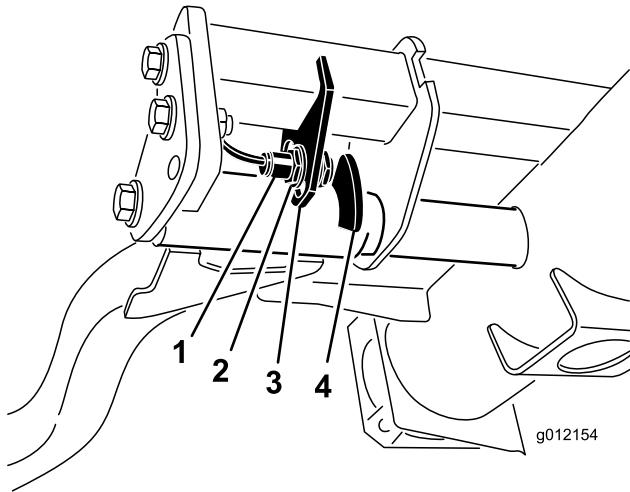

図 42
2. 升降アームのスイッチは、油圧のメインタンクの下にある右前昇降アームの後ろ側に装着されている（図 42）。
3. スイッチ取り付けナット（図 42）をゆるめ、昇降アームの旋回高さを高くしたい場合にはスイッチを下に移動させる。旋回高さを低くしたい場合にはスイッチを上に移動させる。取り付けナットを締め付ける。